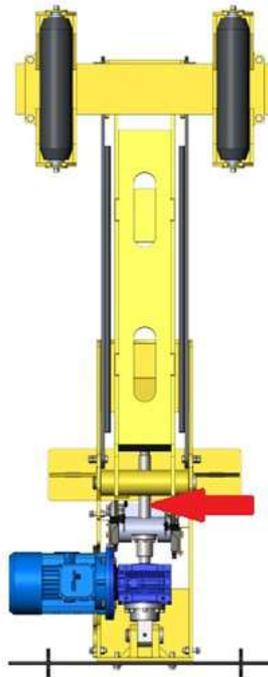

Рис. 19. Место нанесения смазки «ШРУС».
- нанести смазку «ШРУС» на ось вращения электромеханического домкрата (рис.19);